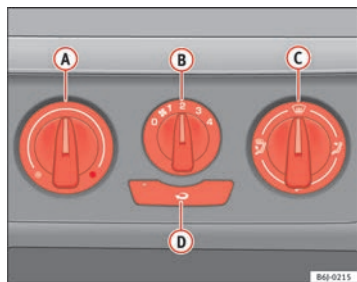

Fig. 88 Sulla plancia portastrumenti: i comandi del riscaldamento
- Ruotare verso sinistra la manopola di regolazione della temperatura **A** ⇒ fig. 88.
- Ruotare verso destra la manopola di regolazione della temperatura **A** ⇒ fig. 88 portandola sul livello desiderato.
- Ruotare verso destra la manopola di regolazione della temperatura **A** ⇒ fig. 88 portandola sul livello di riscaldamento massimo.
- Chiudere la bocchetta ③.
- Aprire e orientare la bocchetta ④ verso i finestrini laterali
- Girare la manopola della temperatura ① ⇒ pag. 128, fig. 88 portandola nel settore del riscaldamento.
- Ruotare la manopola di regolazione della ventola ② posizionandola sul livello 2 o 3.
- Chiudere le bocchette ③.
- Aprire e orientare le bocchette ④ verso i finestrini laterali.